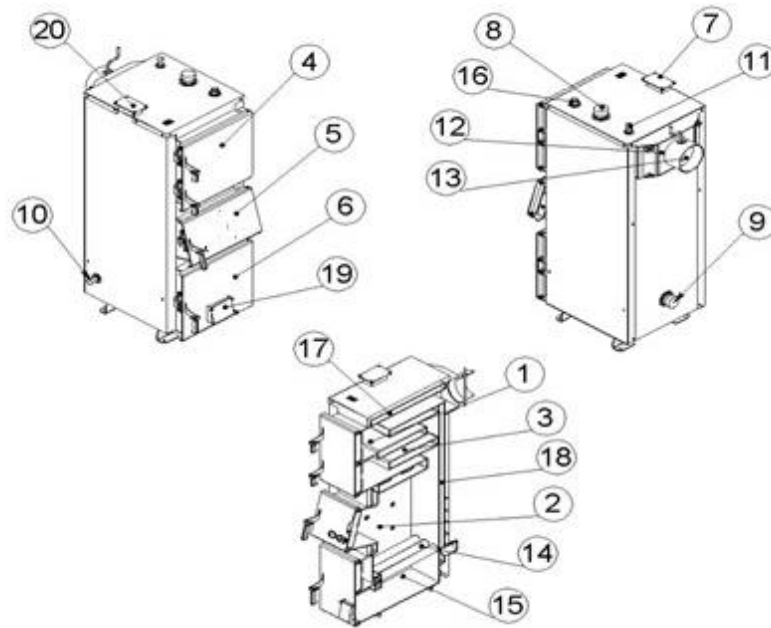

Рисунок 2 – Зовнішній вигляд та основні елементи котла
Конструктивно котел являє собою збірно-зварену конструкцію, що складається з корпуса (поз. 1, рис. 2) з камерою згоряння (топкою) (поз. 2, рис. 2). Конвекційна частина котла складається з багатоходового теплообмінника (поз. 3, рис. 2) комбінованого типу – чотирьох горизонтальних полиць. Теплообмінник розташований безпосередньо над топкою.
Корпус котла виконаний в формі паралелепіпеду з подвійними стінками, які розділені водними перегородками (поз. 17, рис. 2). На зовнішній поверхні корпусу під декоративною обшивкою закріплена теплова ізоляція. (поз. 18, рис. 2).
Паливо для процесу спалення завантажується на колосникові ґрати (поз. 14, рис. 2) крізь завантажувальні дверцята (поз. 5, рис. 2). Колосникові ґрати виконані з товстостінних безшовних труб по яких постійно циркулює вода з водяної оболонки котла. Згоряння палива в топці відбувається за участю повітря, яке постачається під колосникові ґрати припливним вентилятором. Кількість повітря, необхідного для процесу згоряння, регулюється автоматично блоком автоматики управління, або за допомогою терморегулятора.
Підведення і відведення теплоносія здійснюється відповідно через патрубки зворотної мережної води (поз. 9, рис. 2) і прямої мережної води (поз. 8, рис. 2).
Топочні гази виходять у димохід крізь боров (поз. 12, рис. 2), розташований у задній частині котла. Боров обладнано вбудованим дросельним клапаном продуктів згоряння – шибером (поз. 13, рис. 2). У випадку надто високої тяги у димоході шибер дає можливість її знизити шляхом часткового перекривання вихідного отвору борова.
Зола, яка утворюється в процесі згоряння палива, зсипається в нижню частину корпусу котла – зольник (поз. 15, рис. 2).
- з механічним регулятором тяги – під колосникові ґрати крізь дверцята подачі повітря (поз. 19, рис. 2). Кількість повітря, необхідного для процесу згоряння, регулюється механічним регулятором тяги, який шляхом натягу або послаблення ланцюга керує положенням кришки (лючка) дверцят.
У верхній частині корпусу котла розташований штуцер для встановлення запобіжного клапана або групи безпеки котла (поз. 11, рис. 2).
Для можливості встановлення вентилятора зверху корпусу котла ,передбачений отвір, який заглушено кришкою (поз. 20, рис. 2).
Ревізійний дверцята (поз. 6, рис. 2), що розташовані на передній стінці котла, необхідні для періодичного чищення колосникових ґрат.
Для можливості періодичного обслуговування (чищення) теплообмінника передбачені дверцята у верхній частині котла (поз. 4, рис. 2).
Регулятор тяги необхідно приєднати до патрубку з внутрішньою різьбою, який знаходиться у верхній частині корпусу (рис. 2). Різьбове з'єднання при цьому потрібно ущільнити. Регулятор повернути таким чином, щоб наконечник для закріплення шестигранного важеля (з комплекту регулятора) був направлений вправо.